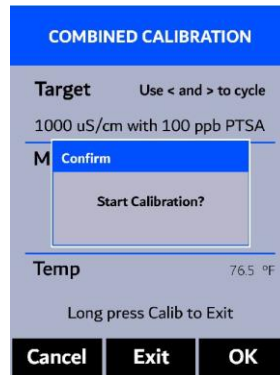

Figura 14.
6. La pantalla se actualiza como se muestra en la Figura 14 y el usuario puede elegir una de las tres opciones: